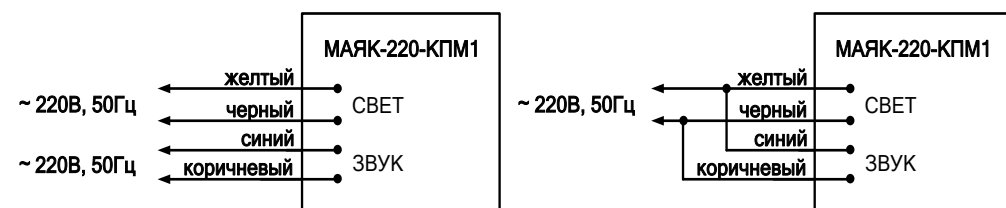

Рис.1. Схема подключения.
- Подключение изделия должно производиться в соответствии со схемой (рис.1.) при отключенном напряжении питания.